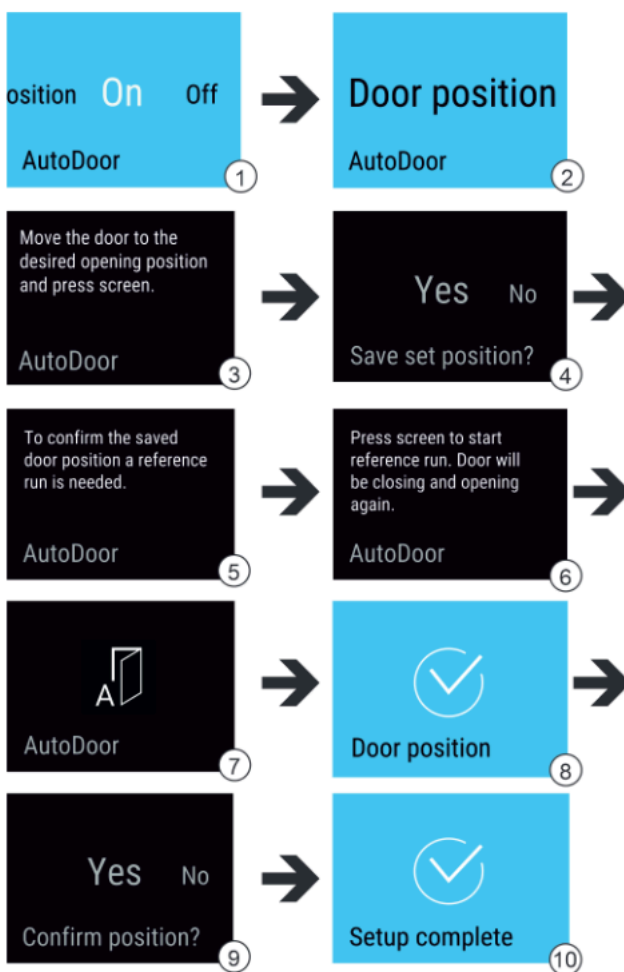

Fig. 14
- ▶ Selezione della funzione AutoDoor. Fig. 14 (1)
- ▶ Far scorrere il dito sul display finché non viene visualizzato Door position. Fig. 14 (2)
- ▶ Configurare l'angolo di apertura della porta: aprire la porta di almeno 70°. Fig. 14 (3)
- ▶ Confermare l'angolo di apertura della porta: toccare il messaggio sul display. Fig. 14 (4)
- ▶ Avviare la corsa di riferimento: toccare il display. Fig. 14 (6)
- ▷ Il display lampeggia. Fig. 14 (7)
- ▷ La corsa di riferimento è stata eseguita correttamente: il display diventa blu per 2 secondi. Fig. 14 (8)
- ▶ Confermare l'angolo di apertura della porta. Fig. 14 (9)
- ▷ Il display diventa blu. Fig. 14 (10)